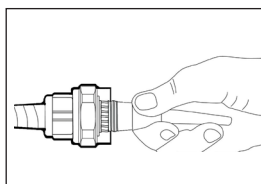

Figure 3b
- Glisser la chambre d'obturation sur les conducteurs et le bouchon de pâte et la visser au pré-assemblage du corps jusqu'à ce qu'elle y soit bien fixée. Enlever tout excédent de pâte (Figure 3b).